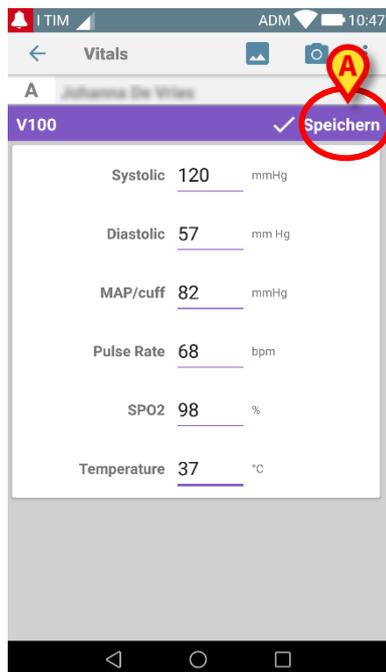

Abb. 93
Ist der gewünschte Wert eingegeben, erscheint der folgende Bildschirm (Abb. 93):
- Berühren Sie die Schaltfläche **Speichern** in der oberen rechten Ecke (Abb. 93 **A**).